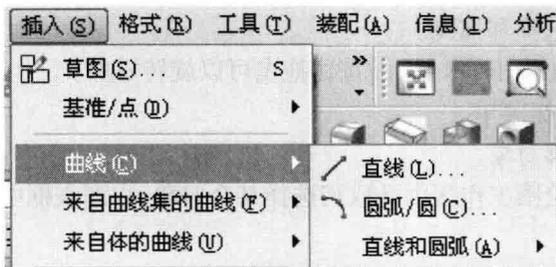

图 1-6 逐级菜单
菜单栏包含了 UG NX 软件所有主要的功能,位于主窗口的顶部,在窗口标题栏的下面,如图 1-6 所示。主菜单是下拉式菜单,系统将所有的命令和设置选项予以分类,分别放置在不同的下拉式菜单中,单击主菜单栏中任何一个菜单时,系统将会弹出相应的下拉式菜单,同时显示出该功能菜单包含的有关命令,每一个命令的前后可能有一些特殊标记。其含义说明如下。
(1) 三角形符号(▶):当菜单中某个命令不只含有单一功能时,系统会在命令字段右上方显示三角形符号,若选择此命令后,系统会自动出现子菜单,如图 1-6 所示。